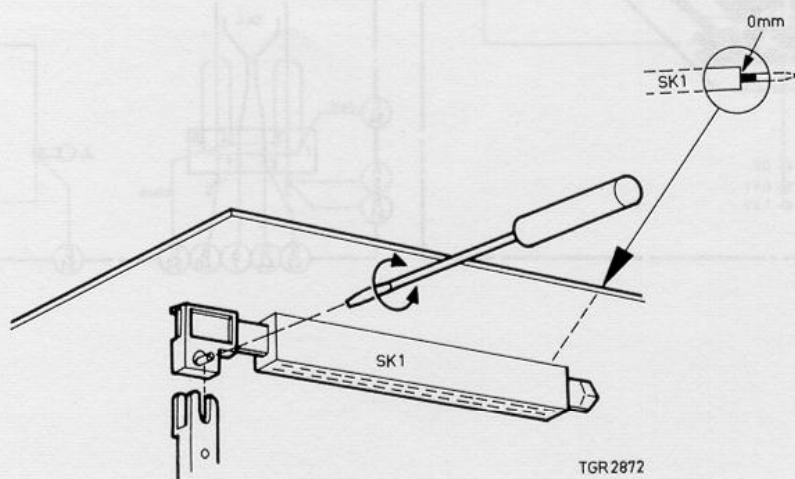

Fig. 9
Schakelaar SK1 (zie fig. 9)
- De loper van schakelaar SK1 moet zodanig worden ingesteld, dat de afstand tussen het eerste markeervlakje op de schuif en het schakelaarhuis 0 mm bedraagt (zie fig. 9). (Het markeervlakje is via een gaatje in de printplaat zichtbaar.)